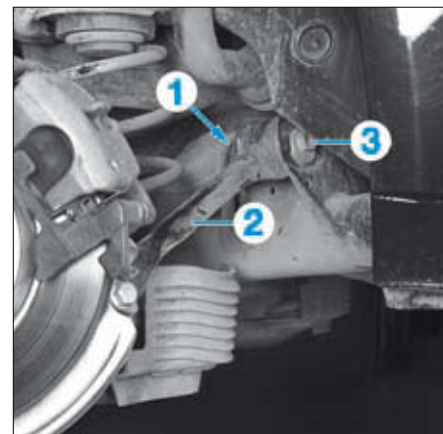

FIG. 3
- Dévisser l'écrou (1) de blocage de la biellette (2) sur le berceau et visser un écrou neuf jusqu'en butée (Fig.3).
- Régler le parallélisme en tournant la vis à excentrique (3).